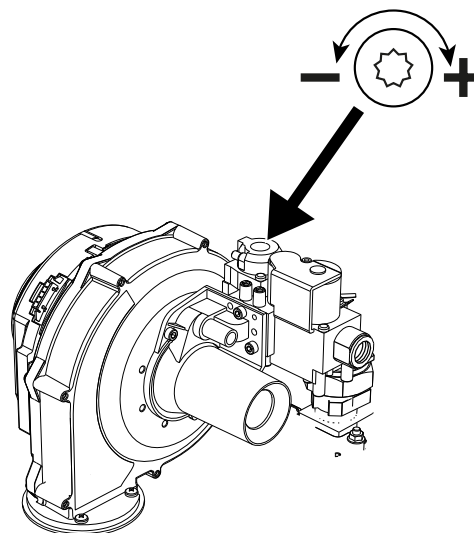

fig. 82 - Vite di regolazione della minima portata OFFSET
- Nel caso in cui i valori non corrispondano a quelli indicati, regolare la CO₂ attraverso la vite di regolazione, OFFSET (vedi fig. 82), riportandoli a quelli indicati.